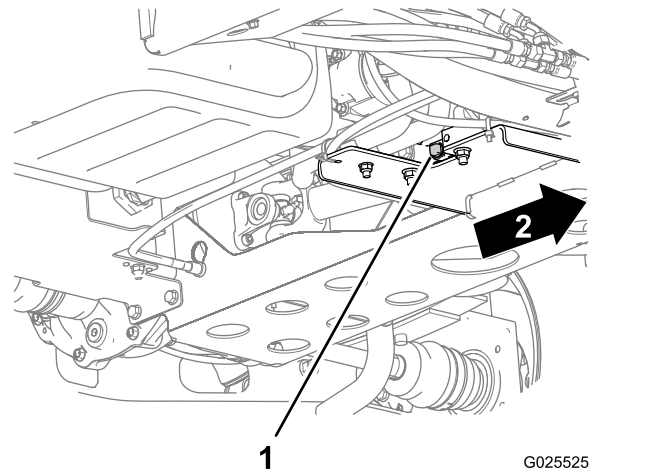

Figura 44
- Alinhe um recipiente de drenagem grande sob o bujão de drenagem de óleo (Figura 44).
- Retire o tampão de escoamento e deixe o óleo escorrer para um recipiente adequado (Figura 44).